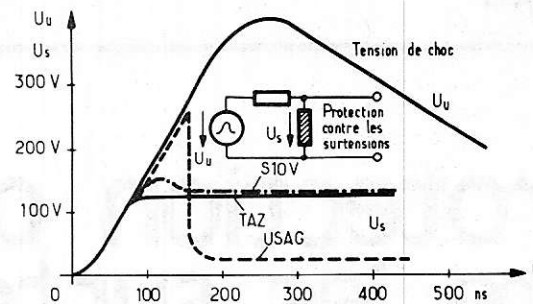

Figure 3
Dans la plupart des applications, on peut considérer que les parafoudre à carbure de sélénium ou de silicium, sont dépassés. Cela est dû à la trop faible raideur de leurs caractéristiques de limitation. Ces dispositifs absorbent une puissance notable sous la tension normale de service et limitent moins bien une surtension. Voici à la **figure 3** l'illustration des effets de limitation d'une onde de choc à front raide pour les dispositifs TAZ USAG et SIOV.
- (d) échelonnement serré des tensions de service (cf. **figure 3**) et faibles tolérances des tensions de claquage (5 %, 10 %)